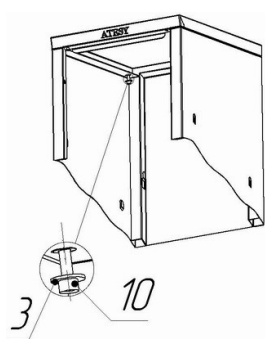

Рис.4
4.4 Установите крышу шкафа 6. Винты 10 наживите, но не затягивайте (рис.4).